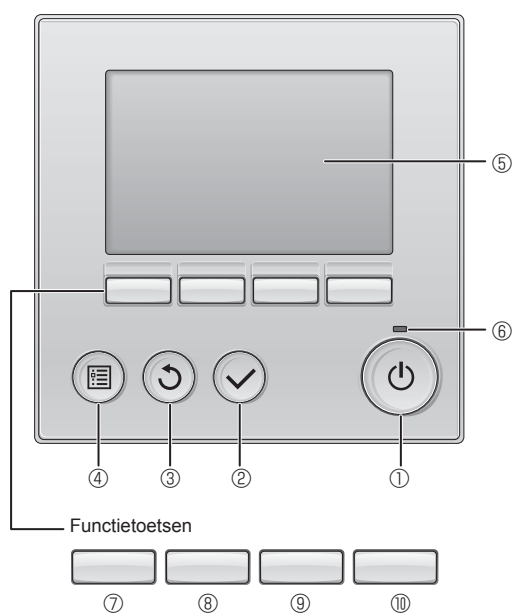

Fig. 7-2
7.3.1. Afstandsbediening met draad (Fig. 7-2)
① [AAN/UIT] -toets